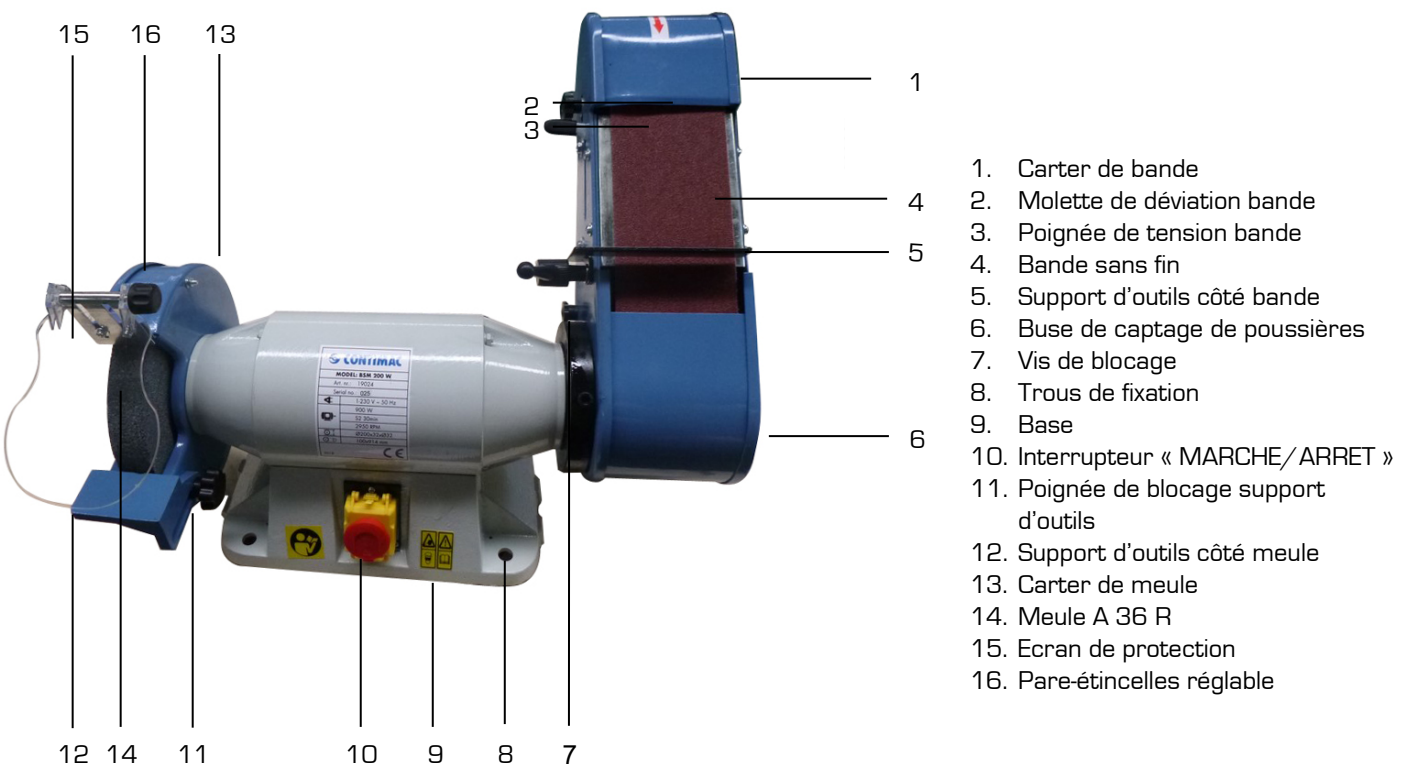

Figure 1
3. Fixer le touret sur le socle ou sur l'établi en introduisant 4 vis (M6) dans les trous (8 fig.1) puis les bloquer fermement au moyen d'écrous appropriés.
6. Approcher progressivement la pièce à poncer au contact de la bande, en vous appuyant sur le support d'outils [5 fig.1].